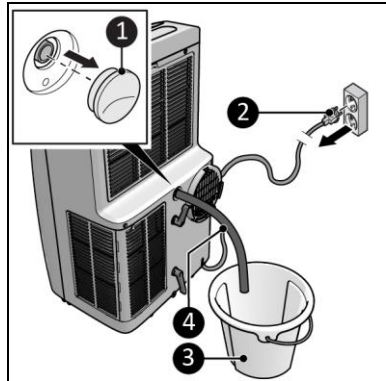

Figure 14
2. En cas de chauffage prolongé, installez le tuyau d'évacuation d'eau (Figure 14).
1. Assurez-vous que l'appareil est éteint et que la fiche est retirée de la prise de courant (Figure 14, pos. 2).
2. Retirez le bouchon en caoutchouc du drain de l'appareil et conservez-le dans un endroit sûr (Figure 14, pos. 1).
3. Raccordez le tuyau d'évacuation d'eau accompagnant le produit au drain de l'appareil (Figure 14, pos. 4).
4. Placez la sortie du tuyau d'évacuation d'eau dans un seau (Figure 14, pos. 3).
En cas de chauffage prolongé, installez le tuyau d'évacuation d'eau (Figure 14).